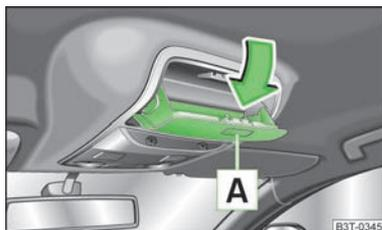

Fig. 93
► Prima o botão **A** » Fig. 93, o compartimento abre-se para baixo.